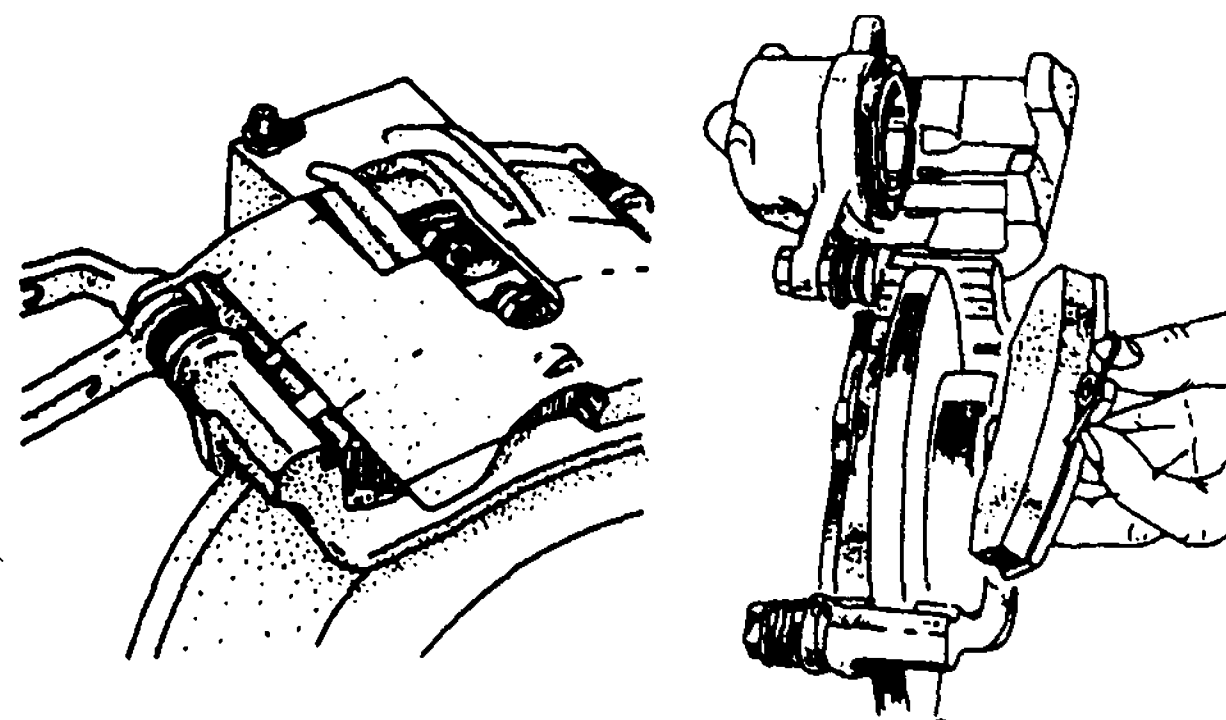

Рис. 8.10. Замена тормозных колодок передних тормозов
2. Утопите поршень скобы (рис. 8.10) перемещением корпуса скобы на себя. При этом для облегчения вытеснения жидкости из цилиндра корпуса допускается открыть клапан прокачки, предварительно одев на него резиновый шланг и поместив другой конец шланга в чистый сосуд. После того, как поршень полностью утопится в цилиндр корпуса, закрыть клапан прокачки.
5. Выверните три винта 3 (рис. 8.10) и снимите барабаны с фланцев полуосей. Если барабан сидит туго, то вверните в резьбовые отверстия три болта 4 с резьбой М8 и, поочередно вращая их, снимите барабан.